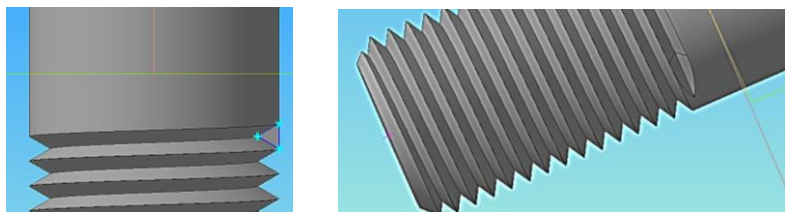

Рис. 7 – Оформлення збігу різьби
7. Оформити збіг різьби, для цього в режимі ескізу спроекціювати ребра трикутника у кінці різьби на площину ZX, після чого виконати операцію *Вирізати видавлюванням* через все (Рис.7).